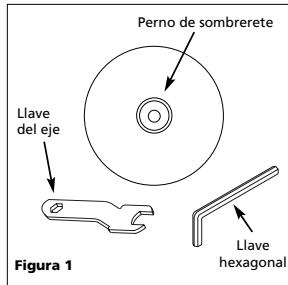

Figura 1
1. Saque el tornillo que sostiene el disco. Saque el disco (Vea Figura 1). *Con algunos modelos se incluye la llave del eje.*